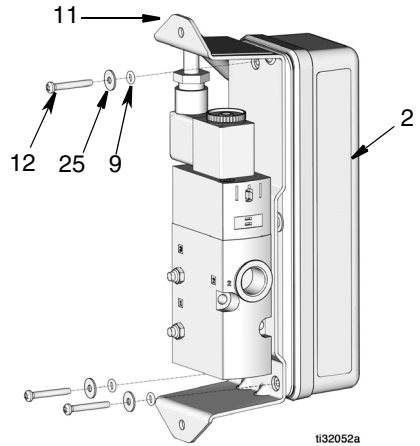

FIG. 26
5. Retire los tres tornillos (12), las arandelas (25) y las juntas tóricas (9) que sujetan la ménsula del controlador PAC (11) al alojamiento (2) (FIG. 26).